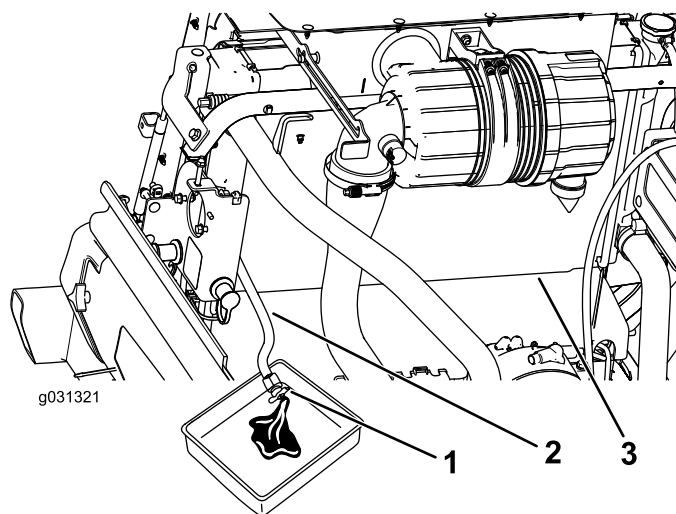

Figura 121
3. Coloque la manguera de vaciado del radiador en un recipiente de drenaje, abra la válvula de vaciado de la manguera del radiador, y vacíe el fluido en el recipiente de drenaje (Figura 121).